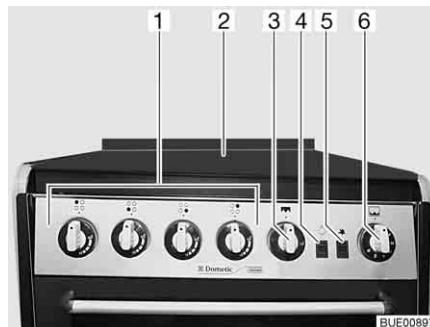

Fig. 190 Fornello a gas con forno e grill
- Aprire la copertura del fornello a gas (Fig. 190,2).
- Ruotare il pomello girevole (Fig. 190,1) dell'apparecchio a fiamma libera desiderato in posizione accesa (fiamma alta) e premere.
- Premere il pulsante per l'accensione (Fig. 190,5) finché la fiamma non brucia.
- ▷ Con l'interruttore (Fig. 190,4) si accende e si spegne la luce nel forno.
- Premere leggermente il pomello girevole (Fig. 190,3) e ruotare in posizione accesa (fiamma alta).
- Premere leggermente il pomello girevole (Fig. 190,6) e impostarlo su una posizione di accensione tra 1 e 6.